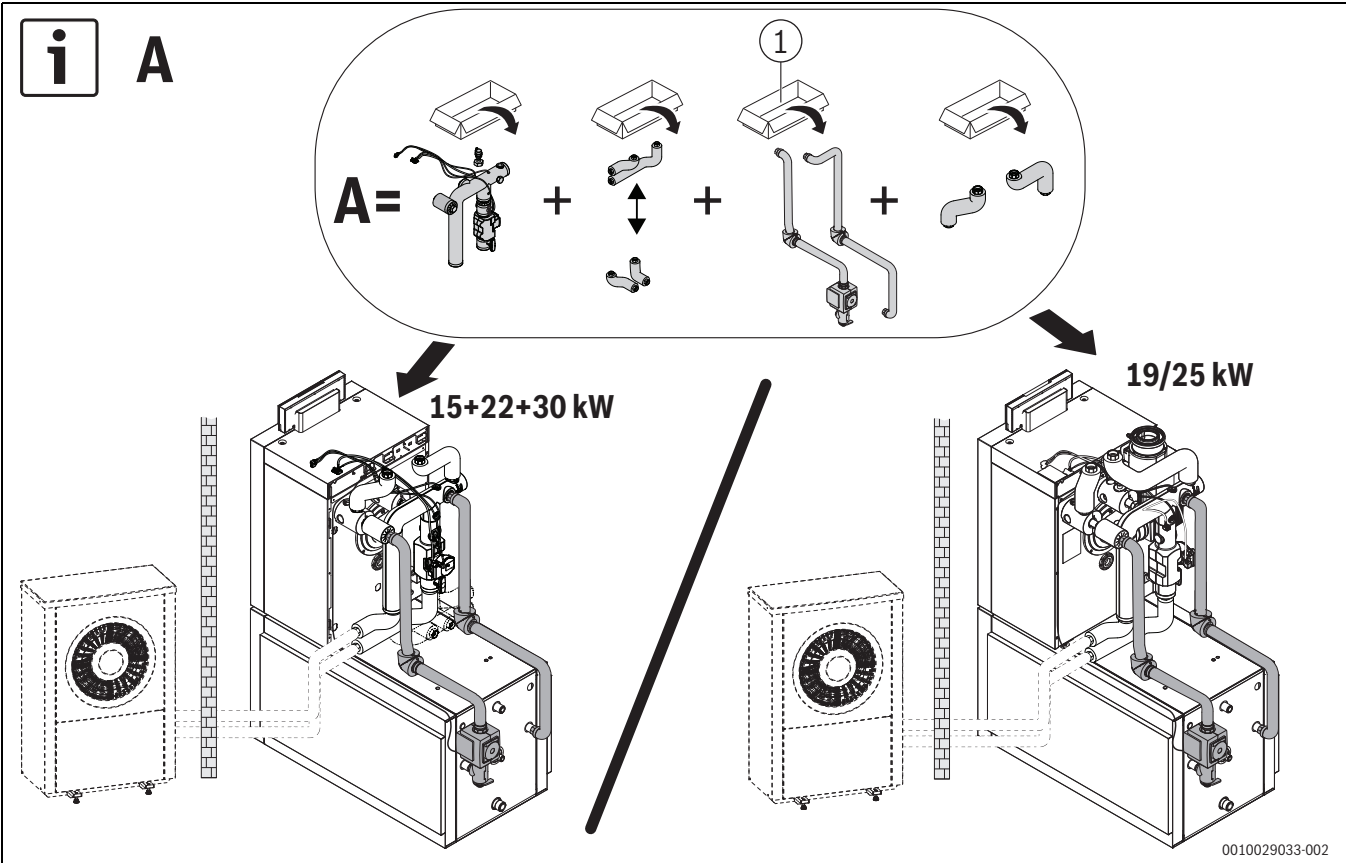

Bild 10 Speicherverbindung liegender Speicher, Variante A
- Rohrgruppe Speicherverbindung für unten liegenden Speicher (→Bild 10; →separate Installationsanleitung).
Bei der Installation mit liegendem Speicher, **Variante A** (→Bild 10),
Für die Kesselgröße 19/25 kW (→ Bild 10) erfolgt die Montage der Speicherverbindung in gleicher Weise.